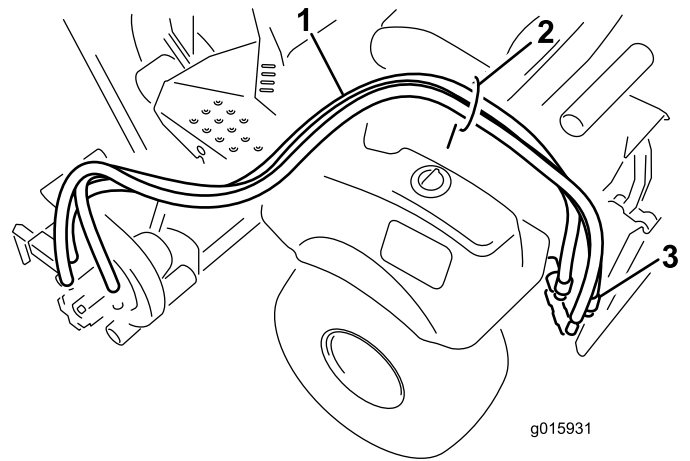

図 14
1. 油圧ホースをホースガイドに通し、機体後方へ導く（図 14）。
2. ホースを後リモートコネクタに接続する（図 14）。